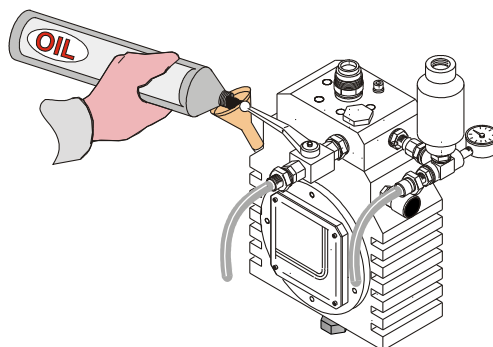

Fig.42
- c) Rimettere il tappo di scarico e riempire di olio dal foro di carico (fig. 42).